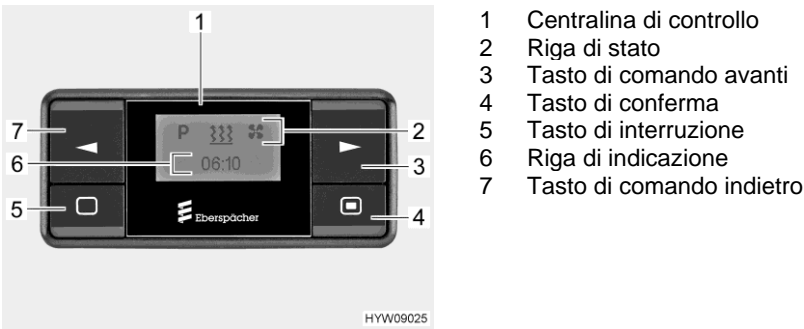

Fig. 65
Il riscaldamento viene comandato mediante la centralina di controllo (Fig. 65,1) all'interno dell'abitacolo. La centralina di controllo è formata da due parti:
Riga di menu Tramite la riga di stato (Fig. 65,2) è possibile selezionare le seguenti funzioni:
Riga di indicazione La riga di indicazione (Fig. 65,6) visualizza numeri e testi. Si possono selezionare le indicazioni seguenti:
Riga di stato La riga di stato (Fig. 65,2) indica quali funzioni sono attivate:
- Premere il tasto (Fig. 65,4) sulla centralina di controllo (Fig. 65,1) fino a che sul display viene visualizzato il simbolo del riscaldamento.
- Premere il tasto (Fig. 65,5) sulla centralina di controllo (Fig. 65,1) fino allo spegnersi del simbolo del riscaldamento sul display.